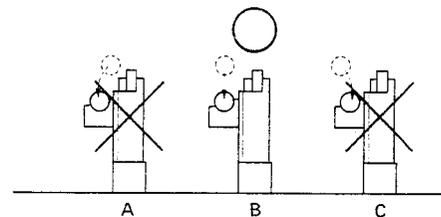

Abb. 4
- Drücken Sie dann die Stoptaste, um den Tonarm wieder zur Tonarmstütze zurückzubringen. Wenn sich der Tonarm wie im Beispiel A oder C der Abb. 4 auflegt, justieren Sie die Auflageposition mit einem Kreuzschlitzschraubenzieher so, daß sich der Tonarm wie bei B der Abb. 4 genau in die Gabel auflegt.